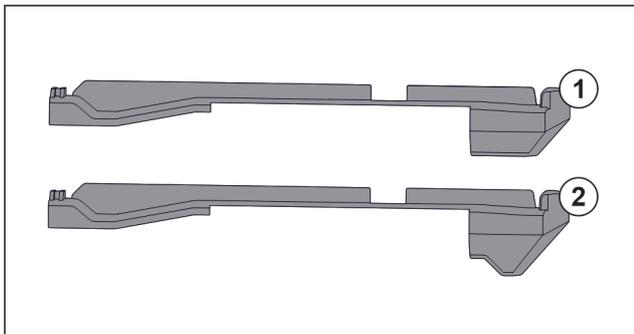

Fig. 31 Сравнение на наставките
В уреда има два вида наставки. Наставката над най-долното чекмедже Fig. 31 (2) има триъгълен ръб. Всички останали наставки Fig. 31 (1) имат прав ръб.
- ▶ Поставете наставката Fig. 31 (2) с триъгълния ръб над най-долното чекмедже.
- ▶ Поставете наставка Fig. 31 (1) с прав ръб на всички останали места.